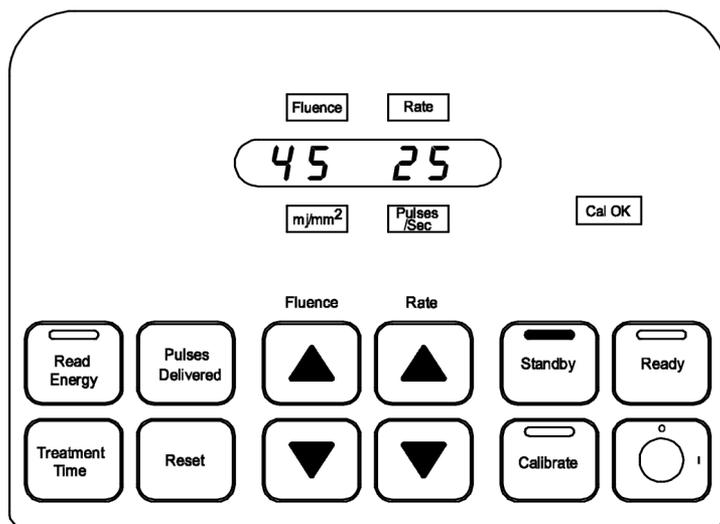

Figura 8
1. È possibile passare alla modalità **Standby** dalla modalità **Calibra** premendo il pulsante **Standby**. (Figura 8)
4. La spia di avviso **Cal OK** rimane accesa. (Figura 8)